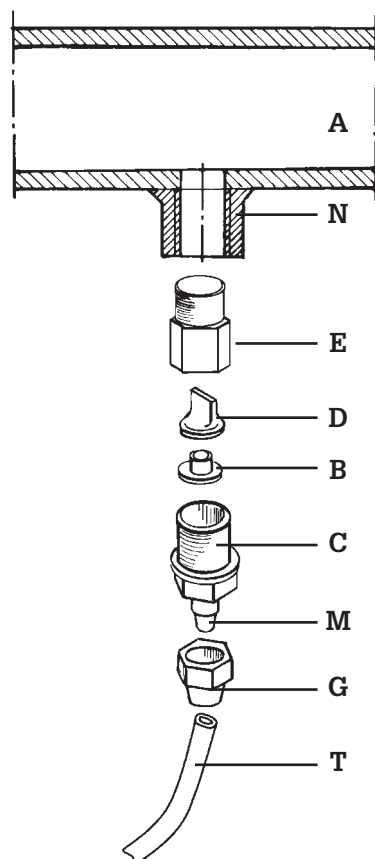

Fig. 8
- f. - Applicare sulla condotta dell'impianto da trattare, nel punto più idoneo per effettuare l'iniezione del prodotto da dosare, un raccordo in acciaio da 3/8" gas femmina. Tale raccordo è escluso dalla fornitura. Avvitare la valvola di iniezione nel raccordo utilizzando come guarnizione del Teflon Fig. 8. Connettere il tubetto all'attacco conico per tubetto e bloccarlo con l'apposita ghiera G. La valvola di iniezione è anche valvola di non ritorno.
3.1 - SCHEMA DI MONTAGGIO VALVOLA DI INIEZIONE Fig. 8